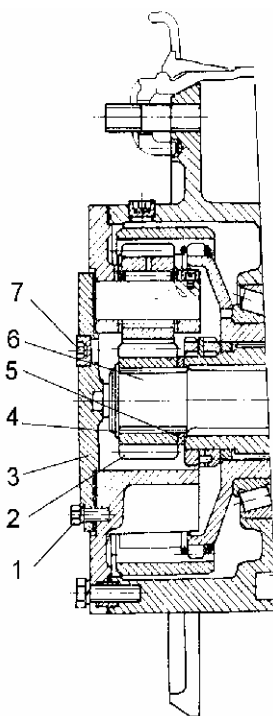

Рис. 9
2. Установив под колесными редукторами переднего моста емкости для сбора масла, снять с них крышку 3 (рис. 9), отвернув болты М12 (6 штук), стопорное кольцо 4, солнечную шестерню 2, шайбу 5, а затем установить крышку на место.
3. Установив под колесными редукторами заднего моста емкости для сбора масла, снять с них крышку 3 (рис. 9) и полуось 6 в сборе с солнечной шестерней 2, стопорным кольцом 4 и шайбой 5, а затем установить крышку на место.
5. Долейте масло ТАп-15В до уровня контрольного отверстия 7 (рис. 9) на крышке 3 колесного редуктора.